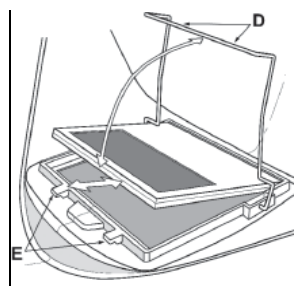

Figure 3
Montage d'une nouvelle cartouche : Prenez la nouvelle cartouche de teinte et passez le câble du potentiomètre sous la boucle de fil avant de placer la cartouche dans son cadre de maintien à l'intérieur du casque. Rabattez la boucle de fil et assurez-vous que le bord avant de la boucle (D) est correctement retenu sous les pattes de retenue (E), comme illustré (figure 3).